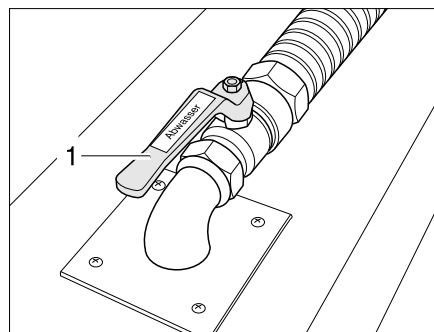

Fig. 358 Robinet d'évacuation des eaux usées
Le robinet d'évacuation des eaux usées (Fig. 358,2) est monté dans le double plancher. Le robinet d'évacuation est noir et identifié par le marquage "Abwasser" ("Eaux usées").
- Ouvrir le robinet d'évacuation des eaux usées (Fig. 358,1). Les eaux usées s'écoulent.